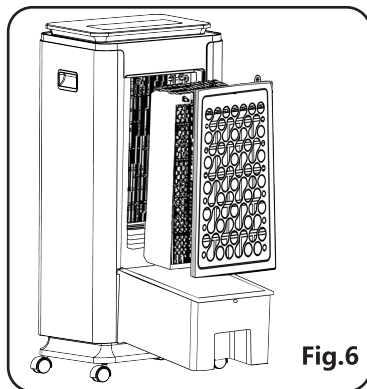

Fig.6
7. Limpie con regularidad los filtros de polvo y la almohadilla desatornillando la estructura del filtro y sacándolos. Para limpiarlos, utilice agua y jabón suave y séquelos bien antes de volver a colocarlos. (Fig.6)